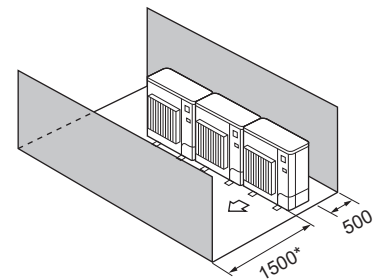

Fig. 2-16
- (4) Kun forhindringer foran og bagved (Fig. 2-16)